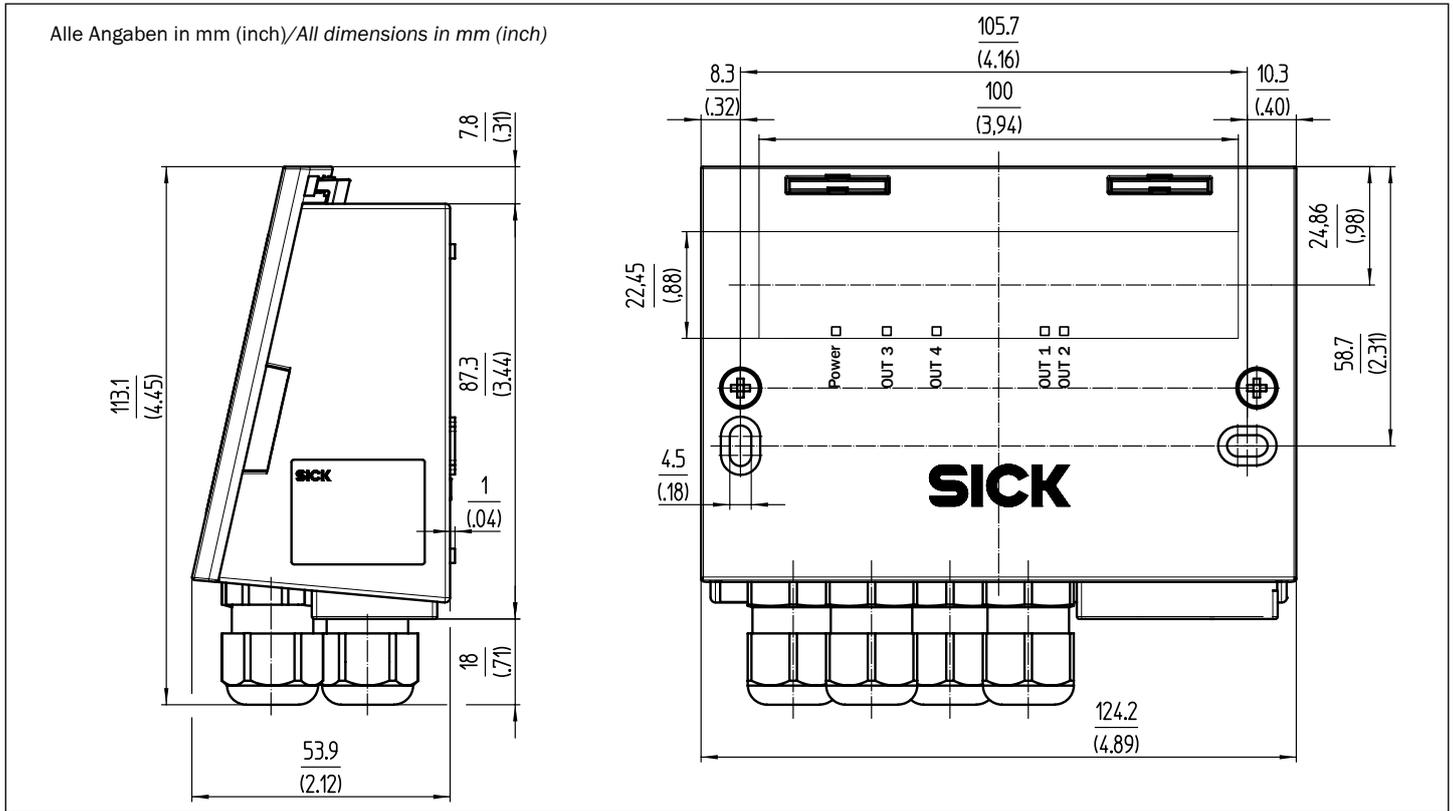

Abb. 1: Abmessungen des CDB730-001/ Fig. 1: Dimensions of the CDB730-001
- Bohrungs- und Gehäusemaße siehe Maßbild (Abb. 1, Seite 2), max. Schraubendurchmesser 4 mm.
- See dimensioned drawing (Fig. 1, Page 2) for hole and housing dimensions, max. screw diameter 4 mm.